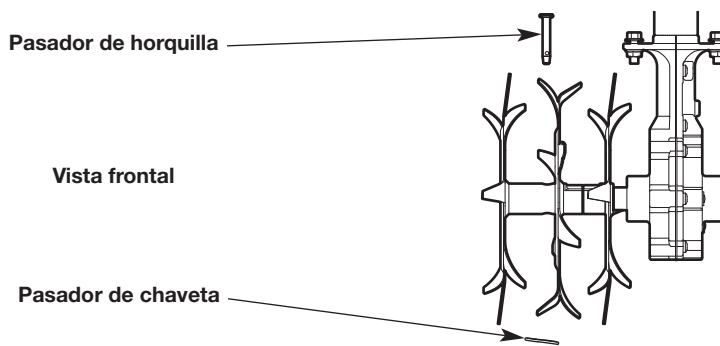

Fig. 13
1. Extraiga el pasador de chaveta del pasador de horquilla (Fig. 13). Extraiga el pasador de horquilla de los dientes dobles y del eje de los dientes.
3. Inserte un pasador de horquilla a través de los orificios alineados (Fig. 13). Inserte un pasador de chaveta en el pasador de horquilla.